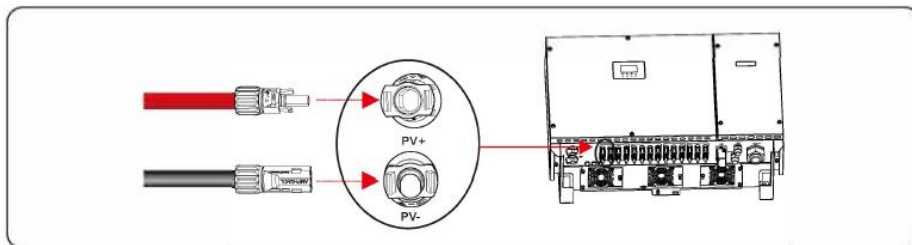

Figura 5.13 Conexión al inversor
**Paso 6** Introduzca los conectores positivo y negativo en sus correspondientes bornes del inversor hasta que se oiga un "clik", como se muestra en la figura 5.13.